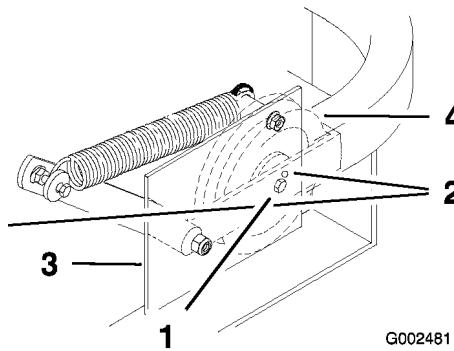

Figure 52
Important: Vérifiez que la courroie est bien en place dans les guides avant et arrière (Figure 52).
4. Vérifiez la tension de la courroie. Le boulon central de la poulie de tension rappelée par ressort doit se trouver près du trou d'alignement supérieur de la plaque de support gauche (Figure 52).